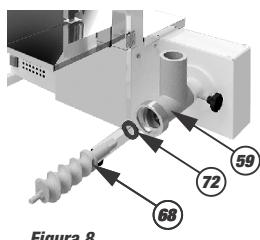
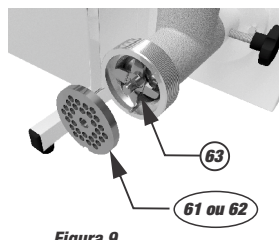

Figura 8
Figura 9
- Em seguida coloque a rosca sem fim (68) e a arruela de celeron (72) dentro do corpo da boca (59) conforme **figura 8**, em seguida a faca cruzeta (63) e o disco para moer escolhido (61 ou 62) conforme **figura 9**.
**Nota:** A arruela de celeron (72) deve ser montada junto com a rosca sem fim (65) conforme seqüência mostrada no item 1.2.2.
**IMPORTANTE :** A faca cruzeta (63) deve ser colocada de modo que o lado de corte fique em contato com o disco para moer (61 ou 62) conforme **figura 9**.